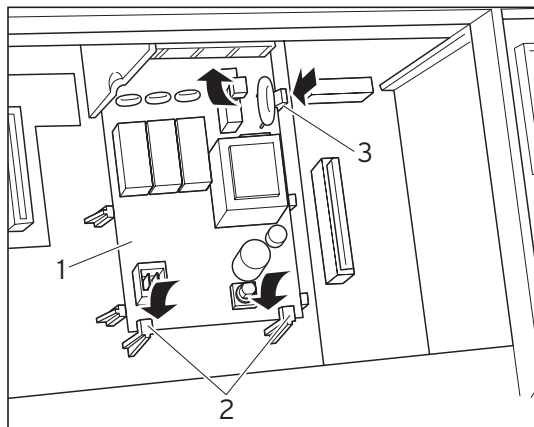

Fig. 3.1 Printkortet klikker fast
- Skyd printkortet (1) ind under holdetungerne (2) (se fig. 3.1).
- Tryk printkortet forsigtigt ind mellem centre-ringerne i holderne (3) (fig. 3.1), indtil print-kortet klikker fast.